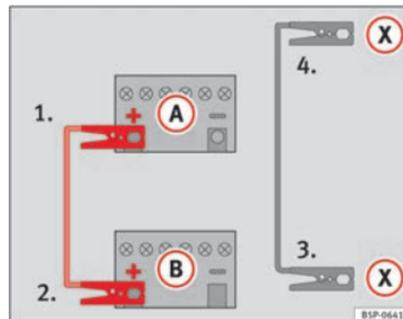

Fig. 189 Esquema de conexión para vehículos con sistema Start-Stop.
- **En los vehículos con sistema Start-Stop:** Emborne un extremo del cable *negro* de emergencia (X) a un terminal de masa adecuado, a una pieza de metal maciza que vaya atornillada al bloque motor o al mismo bloque motor ⇒ fig. 189.
5. Emborne el otro extremo del cable *negro* de emergencia (X), en el vehículo con la batería descargada, a una pieza de metal maciza que vaya atornillada al bloque motor o al mismo bloque motor pero más alejado posible de la batería (A).